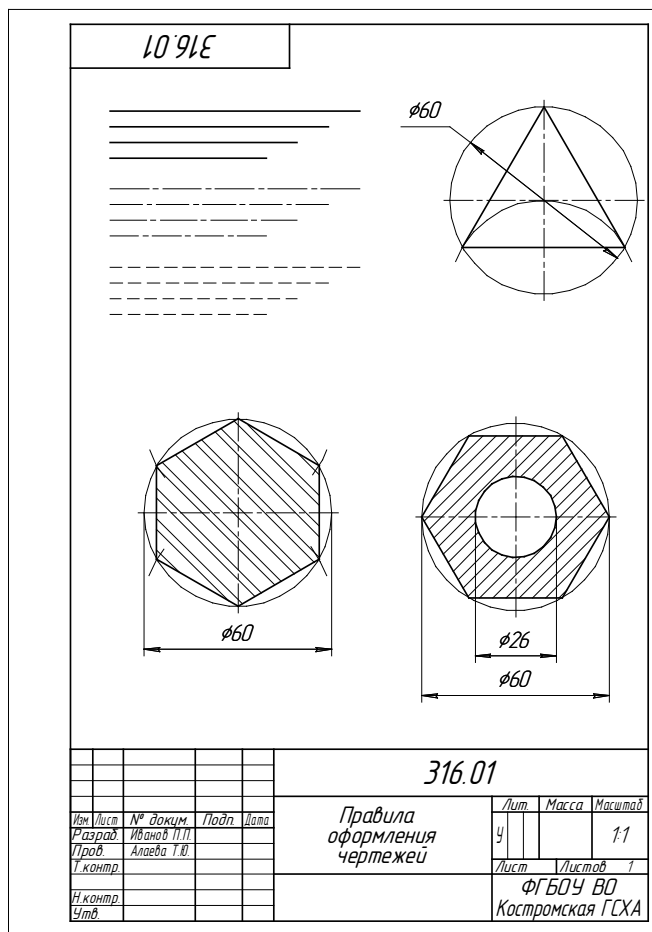

Рис.1. Пример выполнения работы № 1
**Графическая работа 1:** На формате А4 вычертить изображения с соблюдением толщины линий, чертежного шрифта, приемов нанесения размеров, заполнения основной надписи чертежа (рис. 1).